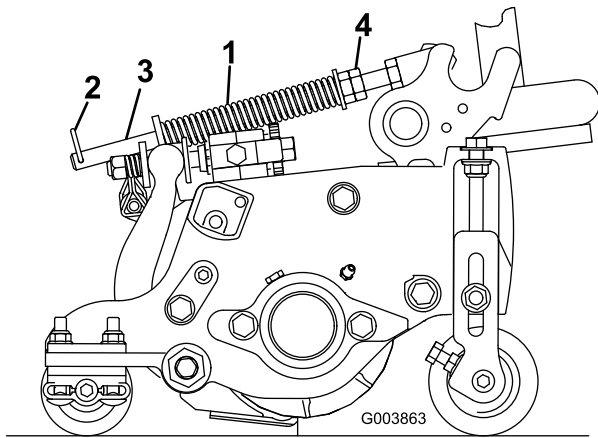

図 17
1. スプリングロッドの後穴にヘアピンコッターを忘れずに取り付けてください 図 17。
2. スプリングロッド前部の六角ナットを締めて、スプリング圧縮状態の長さが15.9 cm になるようにする 図 17。
注 カッティングユニットを機体から外す場合には、ヘアピンコッターをスプリングロッドの前の穴に移動させてください 図 17。そして、カッティングユニットを再び機体に取り付けたときには、忘れずにヘアピンコッターをスプリングロッドの後の穴に移動させてください。